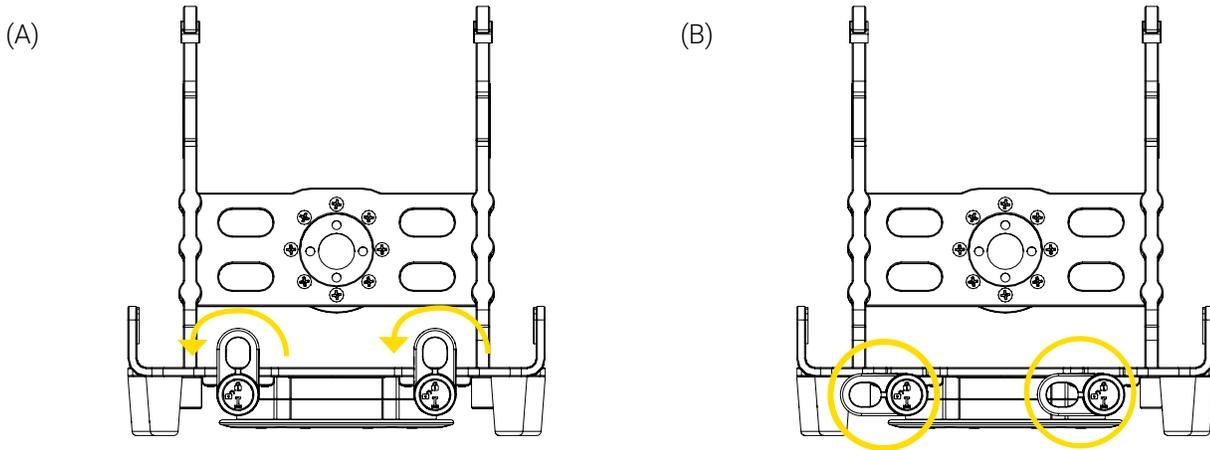

Figure 2: Déverrouillage du support Bracket Pro Serie 60 - GR
1. Si les deux (2) verrous rotatifs situés à l'avant du support sont en position verrouillé  (Figure 2 A), faites les tourner un quart de tour dans le sens antihoraire à la position déverrouillée  (Figure 2 B).